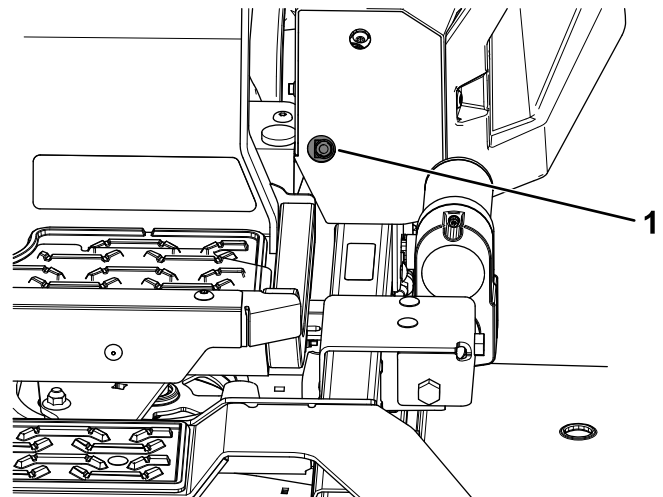
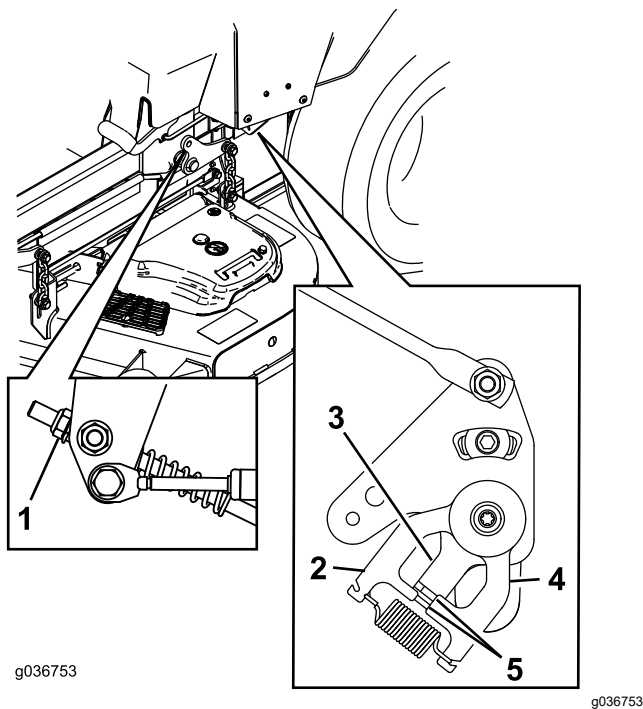

Figura 66
Figura 67
11. Ajuste la longitud de las varillas de control de las bombas girando la tuerca en el sentido apropiado, hasta que las ruedas se muevan ligeramente en marcha atrás (Figura 66 y Figura 67).